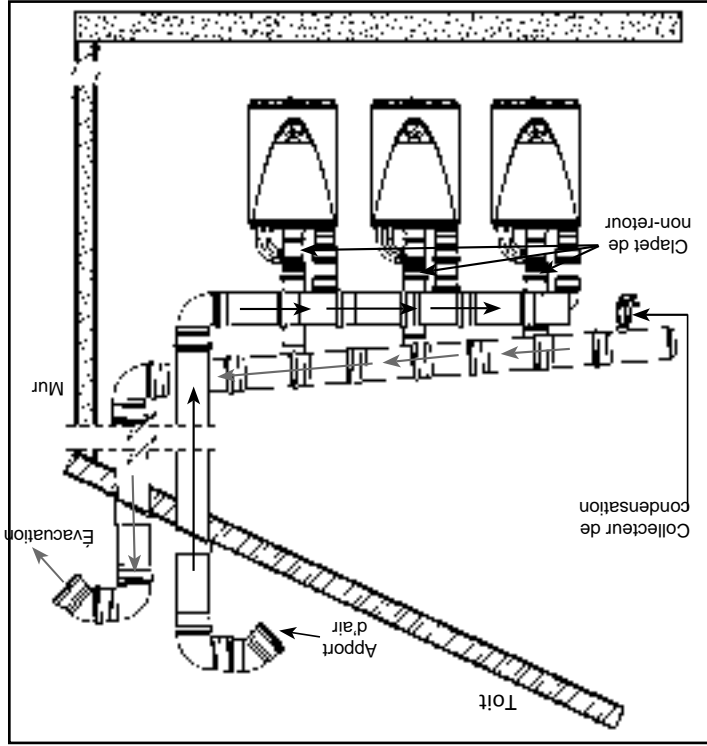

Figure 4. Installation typique, ventilation commune à travers le toit
- La terminaison à travers le toit des conduits d'évacuation et d'approvisionnement d'air doit se composer d'un coude à 90° suivi d'un coude à 45°, comme illustré dans Figure 4 à Figure 11. Il est possible d'utiliser deux coudes à 90° successifs. Installez une grille anti-vermine (quadrillé minimum de 3/4 po (19 mm)) dans chacune des terminaisons afin de bloquer l'entrée de tout corps étranger.